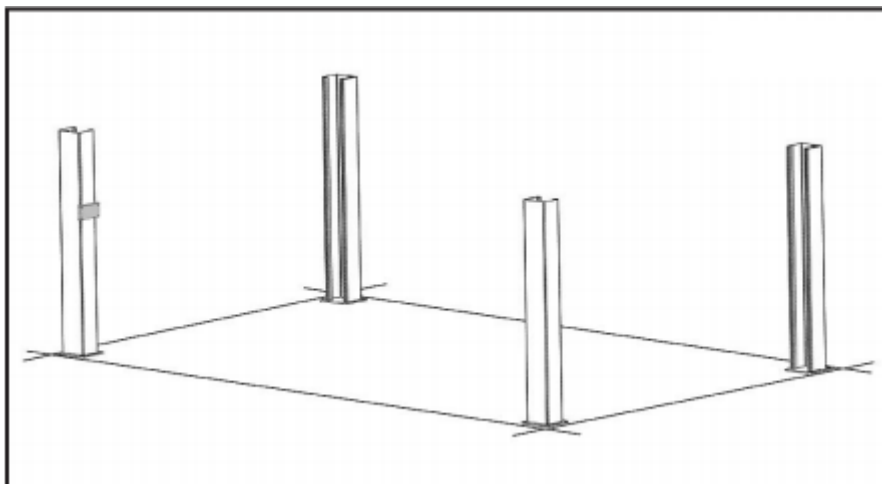

Рис. 15.1
1. Перед выполнением последующих процедур, проверьте все измерения и убедитесь, что основания стоек расположены надлежащим образом и выровнены по ранее нанесенным мелом линиям. Поднимите и опустите подъемник и убедитесь, что он работает правильно в том положении, которое определяют отметки на полу (см. рис. 15.1).